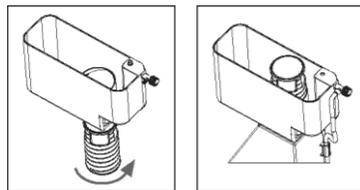

图 21：安装泡沫高度调节器
2. 熟悉泡沫调节器的组装，它须要定期拆除清洁。当重新组装时，确保泡沫调节器底部的 O 令圈顺畅地进入收集杯。开始，将泡沫高度调节器置于至其最高的位置（图 21）